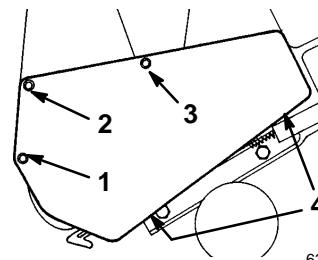

Figure 17
2. Retirer les 3 vis autotaraudeuses, les 2 boulons six pans, la rondelle et les 2 écrous de fixation du carter de courroie au châssis de la déneigeuse (Fig. 17). Déposer le carter de courroie.